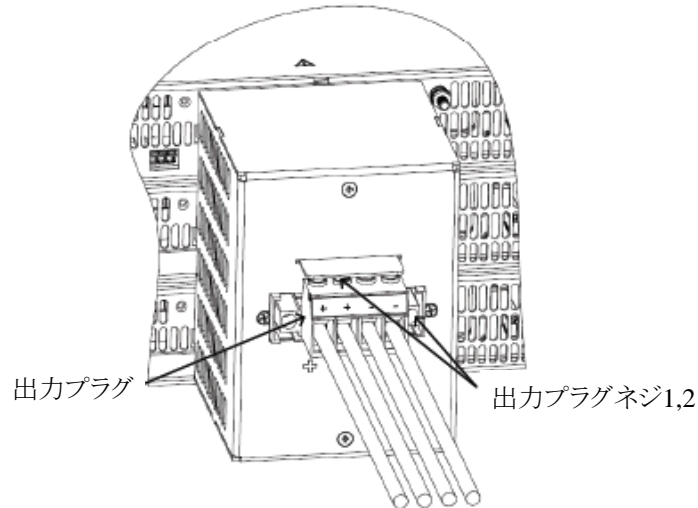

図4-54 出力プラグへの負荷線の接続方法
3. 図4-54に示すように剥離した負荷線を出力プラグに挿入し、出力プラグ端子ネジ1を締めてください。
(図4-54はGSP15kWの場合ですが、GSP10kWも同様です。)